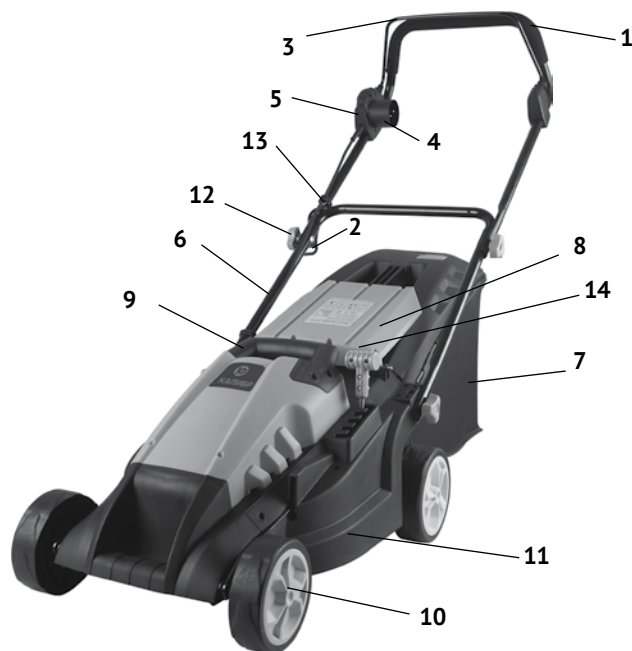

рис. 1
1.3 Вертикально расположенный асинхронный электродвигатель установлен в пластиковом корпусе (рис.1 поз.11). На валу двигателя закреплены: двухлопастной нож и крыльчатка. Основной рабочий инструмент газонокосилки - нож, срезает траву. Крыльчатка создаёт поток воздуха, который перемещает срезанную растительность в пластиковый контейнер - травосборник. Высота среза регулируется рычагом переустановки осей с колёсами в пяти фиксированных положениях по высоте от поверхности земли. Блок управления (вилка для подключения сети и рычаг /скоба/ включения двигателя с кнопкой блокировки) закреплён на верхней части рукоятки управления (рис.1 поз.1).
2.1 Электродвигатель с ножом и крыльчаткой закреплены на раме и закрыты пластиковым корпусом (рис.1 поз.11). Травосборник (рис.1 поз.7) крепится к корпусу задней крышкой (рис.1 поз.8).
- рис. 2а - наденьте фиксатор кабеля (рис.1 поз.2) на нижнюю часть рукоятки управления (рис.1 поз.6);
- рис.2в – скрепите верхнюю (рис.1 поз.1) и нижнюю (рис.1 поз.6) части рукояток управления;
- рис.2г – фиксаторами (рис.1 поз.13) скрепите кабель от двигателя к вилке (рис.1 поз.4) с рукоятками;
- рис.2д – подняв заднюю крышку (рис.1 поз.8), установите травосборник (рис.1 поз.7) и зафиксируйте его, опустив крышку.
2.3 Регулировка высоты среза осуществляется рычагом (рис.1 поз.14), который фиксируется в пяти положениях. В крайнем к оператору положении (см. рис.3) рычаг фиксирует максимальную высоту среза – 65 мм (от земли до ножа). Сдвинув рычаг (по стрелке) в крайнее переднее положение, устанавливаете минимальную высоту среза – 20 мм.
4.2.2 Нажмите на кнопку блокировки (рис.1 поз.5) и не отпускайте её.
4.2.3 Нажмите (по стрелке на рис.4) на рычаг включения двигателя (рис.1 поз.3). Удерживая его в этом положении, отпустите кнопку блокировки. Убедитесь, что двигатель заработал, соответственно режущий механизм должен начать вращаться.
4.2.4 Остановка двигателя. Отпустите рычаг включения двигателя (рис.1 поз.3). Двигатель и режущий механизм остановятся через некоторое время.
4.3.1 Отпустите рычаг включения двигателя (рис.1 поз.3) и подождите пока двигатель остановится. Приподнимите крышку травосборника и снимите травосборник. Очистите травосборник.